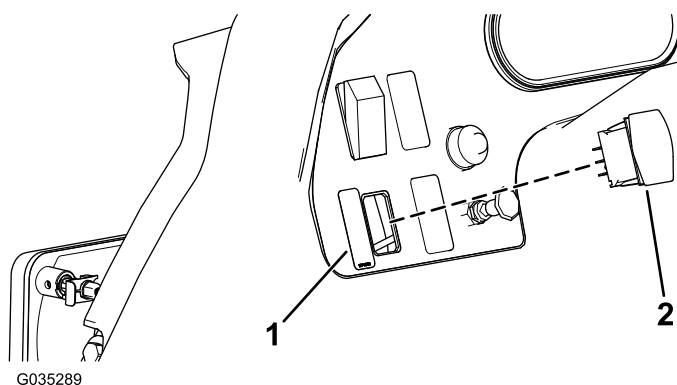

图8
2. 将摇臂开关插入开口，并将工作灯标贴贴到摇臂开关的左面（图8）。